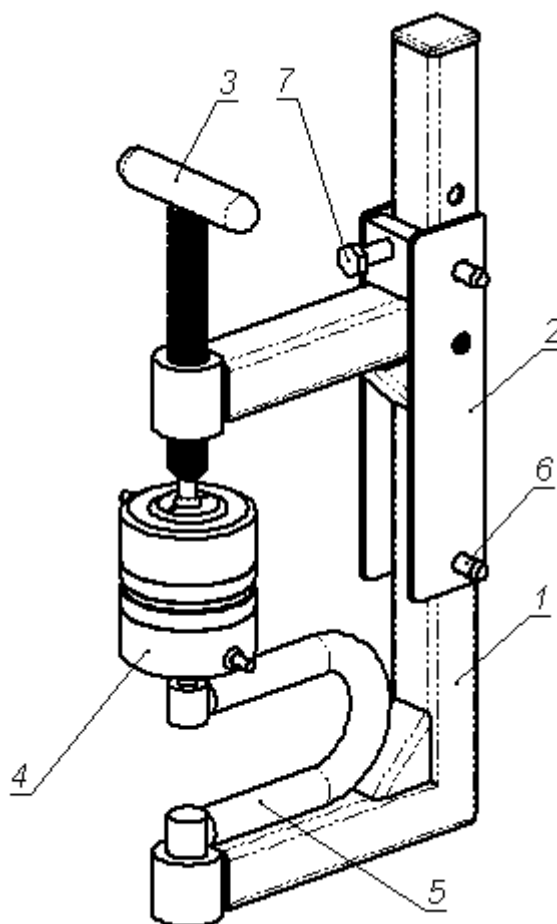

Рис. 1 Общий вид электровулканизатора
4.1 Электровулканизатор (рис. 1) состоит из Г-образной рамы 1, подвижной балки 2, нажимного винта 3 с шарнирно закрепленным на нем нагревательным элементом 4 и С-образной опоры 5 со вторым нагревательным элементом. Подвижная балка 2 фиксируется относительно рамы 1 штырями 6 в нескольких положениях. Болт 7 служит для поджатия нагревательных элементов в процессе вулканизации.